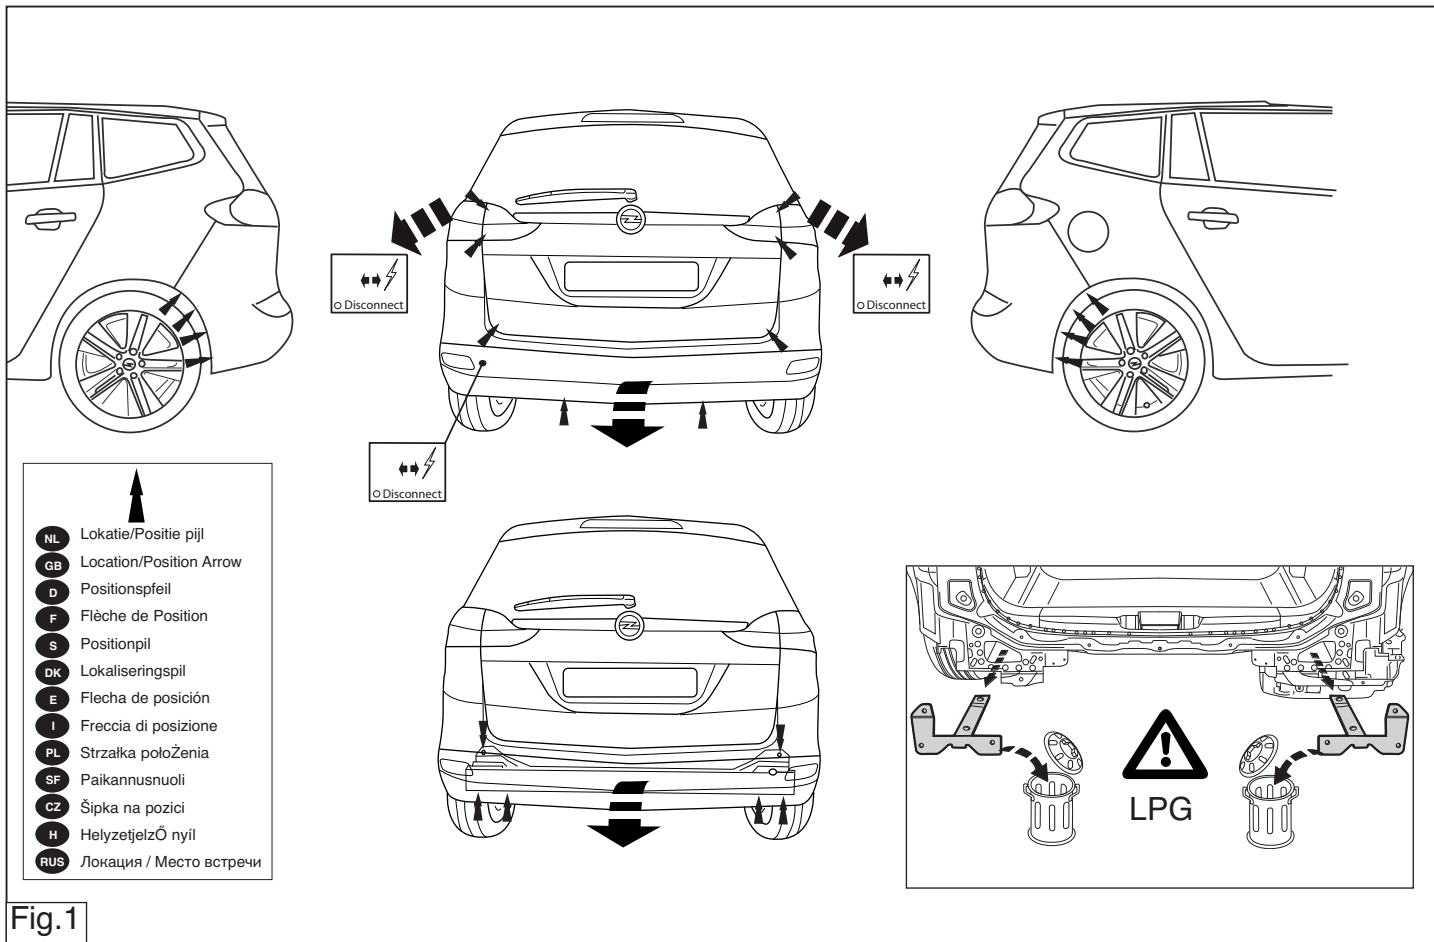

Fig.1
2. Снять бампер вместе со стальным буферным брусом автомобиля буферный брус больше не понадобится. См. рисунок 1